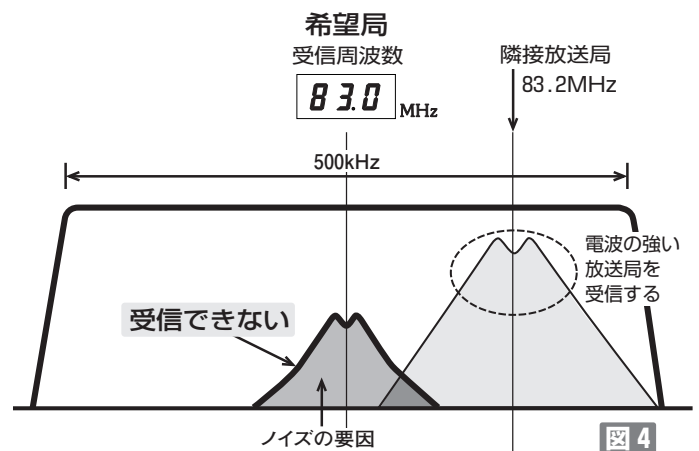

図4
② 電波の強い隣接放送局と《可変IF帯域フィルター》の効果
83.0MHzの放送局に受信周波数を合わせて受信するとき隣接した周波数に電波の強い放送局がある例を図4に示します。《可変IF帯域フィルター》は標準で帯域幅500kHzのとき、隣接放送局83.2MHzも受信帯域に入ってしまう。FM受信は複数の電波がある場合、強い方を受信する特性(FMのキャプチャー効果)がありますから隣接放送局を受信することになります。本来受信したい83.0MHzの放送電波は隣接放送局とは相関性のないノイズになることがあります。*